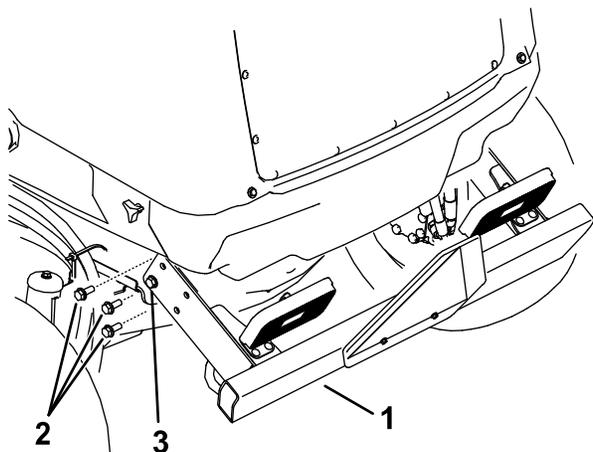

Рисунок 100
2. Выверните 3 фланцевых винта с каждой стороны заднего бампера, как показано на Рисунок 100.
6. Поднимите задний бампер в исходное положение и заверните фланцевые винты. Затяните все фланцевые винты, которые крепят задний бампер к раме (Рисунок 100).
7. Установите выключатель массы аккумуляторной батареи в положение «Вкл.» (ON)